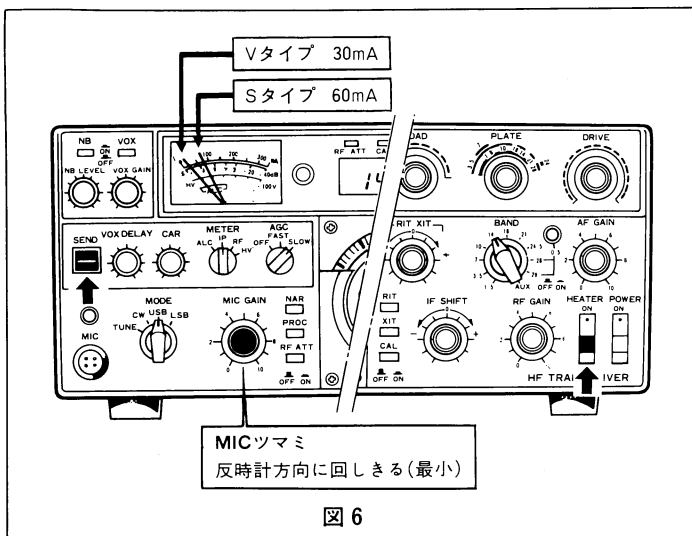

図 6
- ① スタンバイスイッチを [REC → SEND] にします。
- ② メーターが図6のようになっていることを確認してください。
- ③ この指示が規定の値(Sタイプ60mA, Vタイプ30mA)からはずれている場合は、図6に従って、背面のBAISつまみにより正しく調整してください。
- ④ スタンバイスイッチを [SEND → REC] にします。